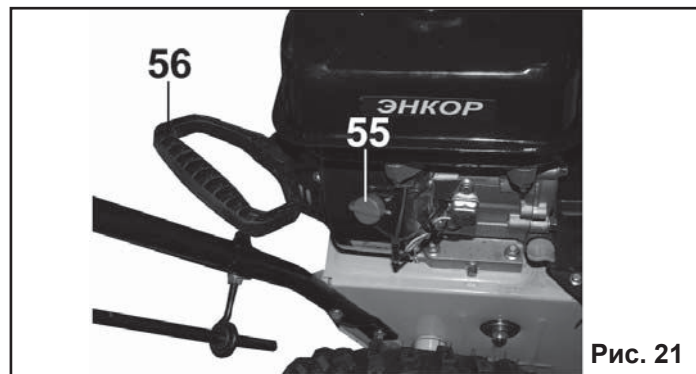

Рис. 21
8.1.5. Поверните выключатель зажигания (55) в положение “ON” (Включено) (Рис. 21).